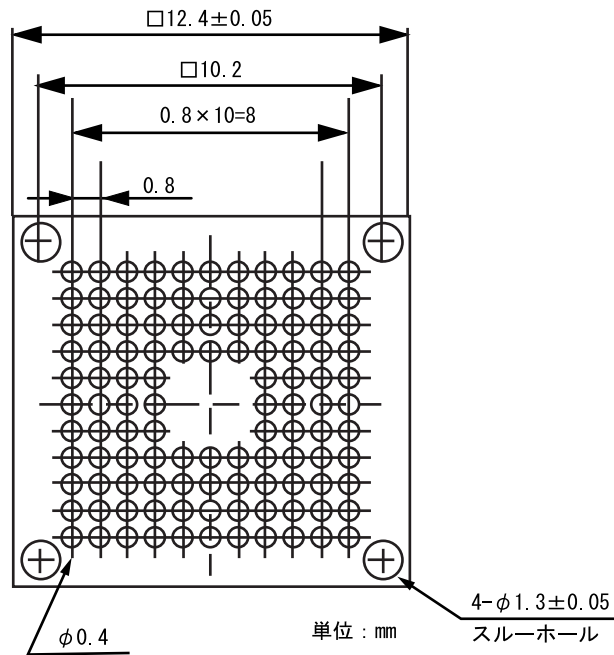

図 8 推奨マウントパッド寸法
- (3) ICソケットの位置合わせガイドピンを、ユーザシステムのガイド用部品穴に合わせて搭載します。基板のパッドとICソケットが正しく位置合わせされていることを確認してください。
- (4) ICソケットの実装
- a) ICソケットの外形寸法は実際のICパッケージより大きいので、他の部品の実装範囲については図8を参照してください。
BP-112 パッケージ用 IC ソケット（東京エレクトック株式会社製：CSPACK112A1110H02）を使用する場合のユーザシステム推奨マウントパッド（フットプリント）寸法を図 8 に示します。
なお、図 8 の推奨マウントパッド寸法は、MCU 実装用マウントパッド寸法とは多少異なりますので注意してください。